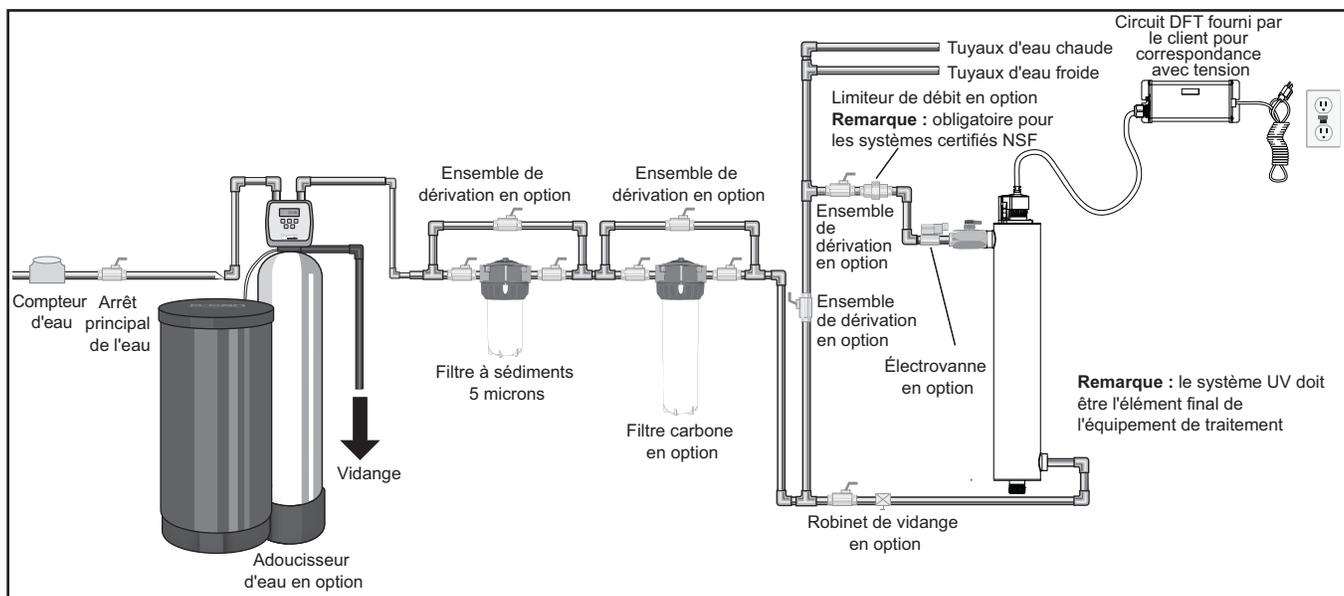

Figure 3 Système de désinfection
1. Figure 3 décrit l'installation d'un système de désinfection et des composants connexes qui peuvent être utilisés pour l'installation. L'utilisation d'un ensemble de dérivation est recommandée dans le cas où le système nécessite une maintenance « hors ligne ». Dans ce cas, notez que le système nécessite une désinfection supplémentaire pour le système de distribution si de l'eau est utilisée pendant la dérivation. De plus, pendant la dérivation, l'eau NE sera PAS désinfectée et une étiquette « NE PAS CONSOMMER L'EAU » doit physiquement être installée sur l'ensemble de dérivation jusqu'à ce que le système soit assaini et à nouveau en service. Pour plus d'informations, consultez la Section 3.2. Si l'eau doit être consommée pendant que le système est hors ligne, l'eau doit être bouillie pendant vingt minutes avant d'être consommée.